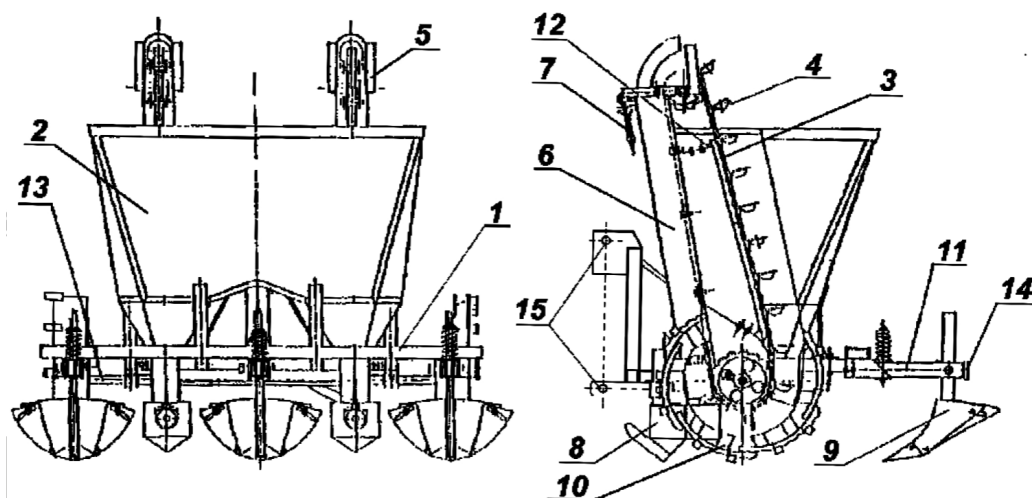

Рис. 1. Основные узлы картофелесажателя.
Картофелесажатель S239 (рис. 1) является машиной, которая устанавливается на трехточечную систему навески трактора. Машина оборудована металлическим бункером (2), закрепленным на раме (1). В бункере находятся два цепных транспортера (3) с чашками (4) и приводом цепной передачи от грунтозацепов (10). Лента транспортера расположена снаружи бункера и сверху прикрыта головкой высаживающего агрегата (5), а также ссыпной трубой (6), которая находится спереди бункера. Регулировка натяжения ленты производится регулировочным винтом (7). К раме картофелесажателя прикреплен сошник, который прорабатывает землю на нужную глубину, а окучники зарывают борозду. В состав этого агрегата входят два сошника, находящиеся спереди посадочной машины (8), и заделывающие диски (9), закрепленные сзади на рычагах (11).